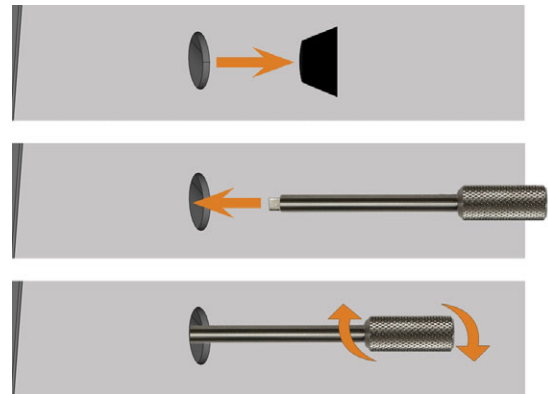

Abb. 48 VERWENDEN DES SCHLÜSSELS FÜR DIE NOT-ENTRIEGELUNG
2. Deaktivieren Sie die Sicherheitsverriegelung der Arbeitsraamtür, wie in der Abbildung gezeigt (→ Abb. 48 unten):